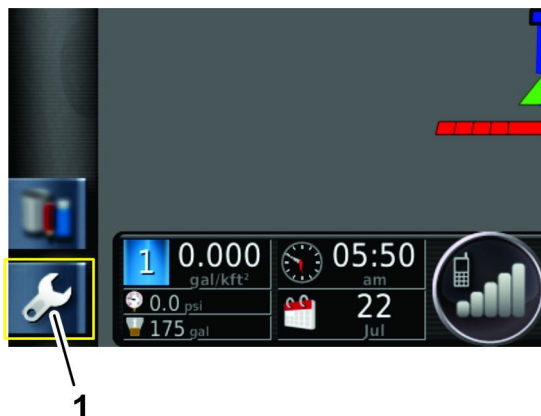

Figura 19
1. Premete l'icona CONFIGURAZIONE sulla schermata principale (Figura 19).